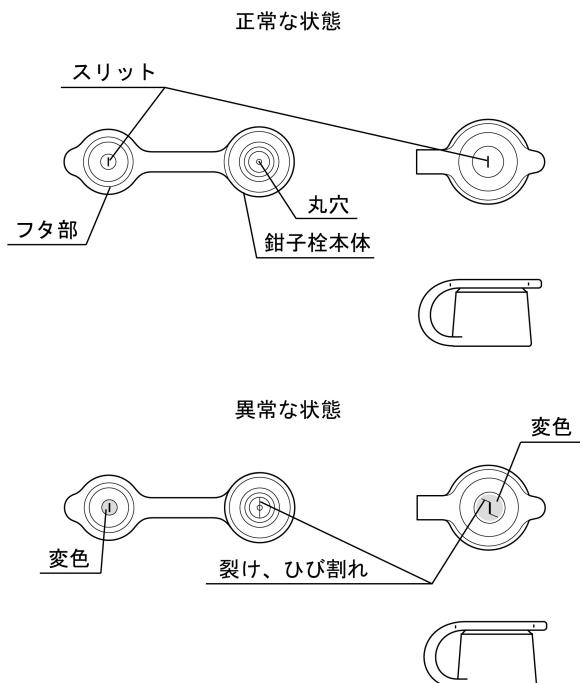

図2
11. 鉗子栓のフタ部のスリットまたは鉗子栓本体の丸穴に裂け、ひび割れ、変形、変色などの異常がないことを目視で確認すること。（図2参照）